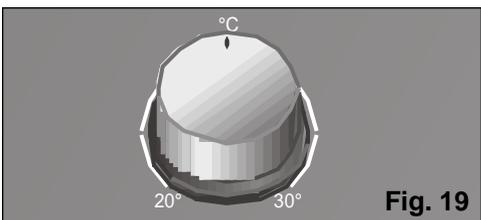

Fig. 19
- Zet de thermostaat op de gewenste temperatuur, **Fig. 19**. Als het apparaat automatisch omdat de kamer de gekozen temperatuur gebruikt heeft afslaat door de thermostaat, moet u wachten totdat de temperatuur in de omgeving 2-3° C stijgt, voordat het apparaat weer gaat werken.